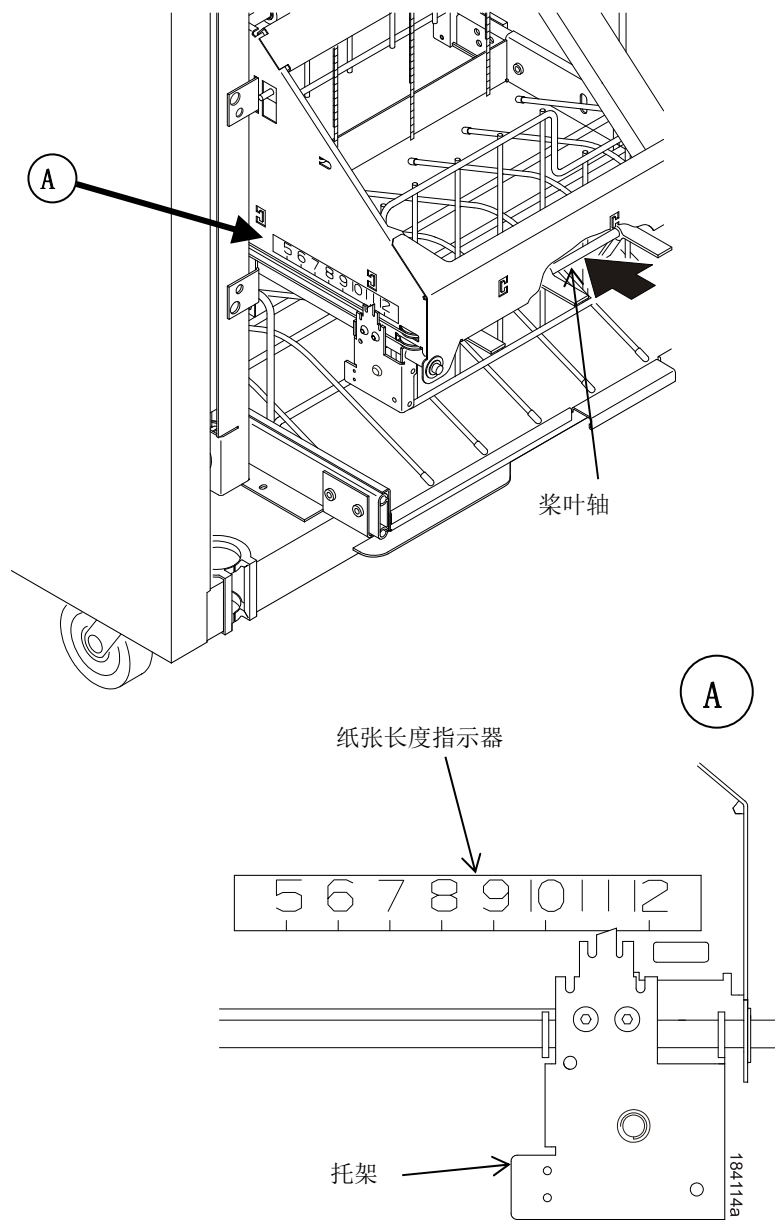

图30. 纸张长度指示器
5. 从打印机前端或后端推拉桨叶轴，设置所需打印纸长度。将托架上的指示器凹槽与打印纸长度指示器对齐。叠纸机可处理长度为5至12英寸（12.7至30.5厘米）的打印纸。(见图30. 纸张长度指示器)